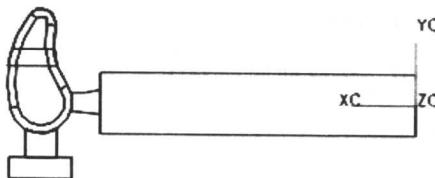

图 1-32 移动坐标系
(1) 利用“格式”→“WCS”→“原点”把坐标系原点移动到手柄末端的圆心上，通过工具栏“视图”→“视图方位”把视图切换为俯视图。利用菜单“格式”→“WCS”→“旋转”绕+YC 轴旋转+90°，得到如图 1-32 所示结果。